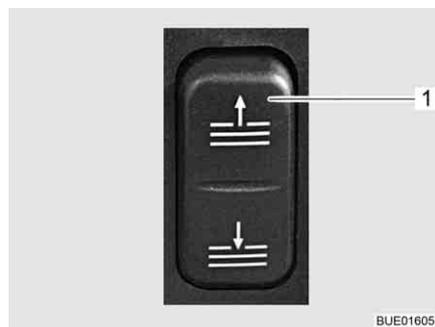

Fig. 37 Conmutador Parasol
- Pulsar la parte superior o inferior del conmutador (Fig. 37,1). El parasol se desplazará hacia arriba o abajo mientras que se esté pulsando el conmutador.